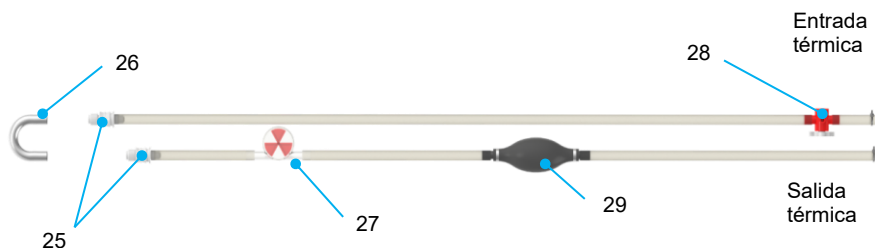
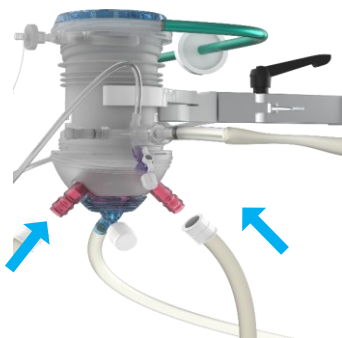

Figura 6 Tubos térmicos
Figura 12 Conecte el tubo térmico al oxigenador
La Unidad térmica mantiene la temperatura de la solución de perfusión circulante mediante elementos Peltier. Dependiendo de la temperatura ajustada, estos elementos enfrían o calientan el circuito interno de agua mediante el efecto termoeléctrico. Para transferir la temperatura del circuito interno de agua a la solución de perfusión, la unidad térmica se conecta mediante tubos de silicona a los puertos del intercambiador de calor de ambos oxigenadores, véanse la Figura 4 y la Figura 6. El puerto de salida de la Unidad térmica está conectado al puerto de «entrada de agua» del intercambiador de calor y el puerto de entrada de la Unidad térmica está conectado al puerto de «salida de agua» del intercambiador de calor.
- Coloque el tubo térmico (Figura 6) con el acoplador del tubo de agua (elemento 26) lo más bajo posible. Asegúrese de que durante el llenado y la desaireación (apartado 2.3.1), la entrada y salida de la Unidad térmica (Figura 6, elementos 21 y 22) estén en el punto más alto, para que las burbujas de aire se desplacen hacia la Unidad térmica.
- Apriete repetidamente el globo de desaireación (Figura 6, elemento 29) para expulsar todo el aire posible del tubo térmico.
- Conecte el tubo térmico al oxigenador (véase la Figura 12) utilizando los conectores de agua (véase la Figura 6, elemento 25). El oxigenador tiene dos conectores de tubo térmico, y cualquiera de los dos conectores se puede utilizar para la entrada o la salida. Asegúrese de que un tubo está conectado a la entrada térmica y otro a la salida térmica (véase la Figura 6).